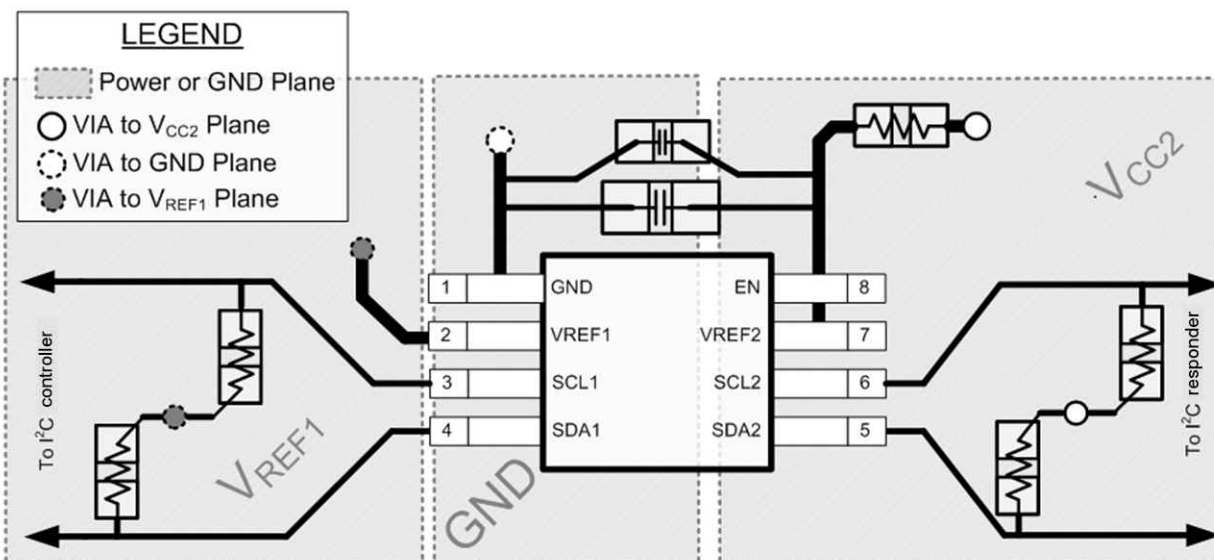

图 9-8. 布局示例
在所有 PCB 布局中，最佳实践是避免信号布线呈直角，在离开集成电路 (IC) 附近时让信号布线呈扇形彼此散开，并使用较粗的布线来承载通常会经过电源和接地布线的更大电流。 $100pF$ 滤波电容应尽可能靠近 V_{REF2} 放置。也可以使用更大的去耦电容器，但两个电容器和 $200k\Omega$ 电阻器的更长时间常数会导致 TCA39306 器件的导通和关断时间更长。图 9-8 中显示了这些最佳实践。
对于图 9-8 中提供的布局示例，可以将顶层用于信号布线，将底层用作电源 (V_{CC}) 和接地 (GND) 的分割平面，从而打造只有两层的 PCB。然而，对于具有更高密度信号布线的电路板，最好使用四层电路板。在四层 PCB 上，通常在顶层和底层上进行信号布线，将一个内部层专门用作接地平面，并将另一个内部层专门用作电源平面。在使用平面或分离平面供电和接地的电路板布局布线中，过孔直接放置在表面贴装元件焊盘旁边，该焊盘必须连接到 V_{CC} 或 GND ，而过孔以电气方式连接到电路板的内层或另一侧。当信号布线必须路由到电路板的另一侧时，也使用过孔，但图 9-8 中未演示此技术。